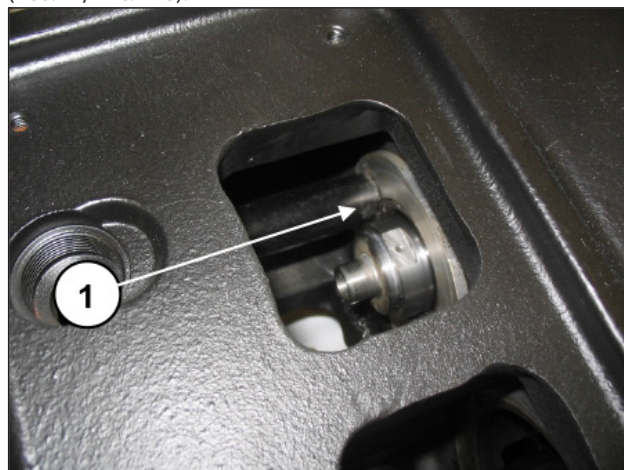
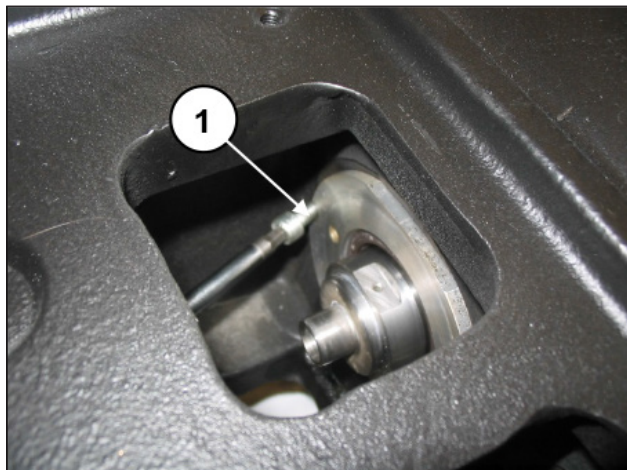

Рис. 119
Рис. 120
Убедитесь, что крышка полностью вошла в гнездо (поз. ①, Рис. 119), следя за тем, чтобы не повредить кромку сальника. Прикрутите крышки сальника 2 винтами М6х14 (поз. ①, Рис. 120).